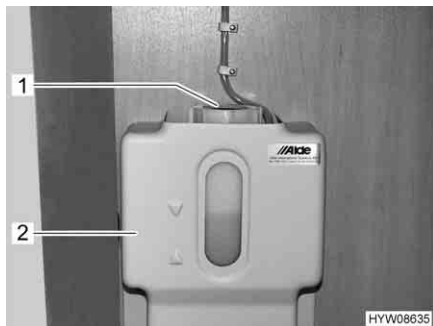
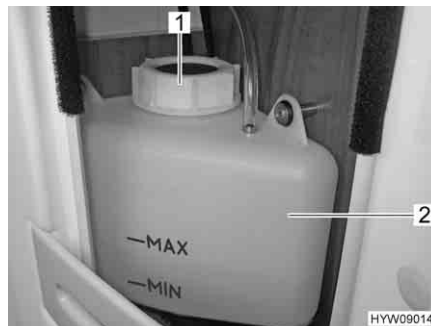

Fig. 175 Vaso d'espansione del riscaldamento ad acqua calda (armadio guardaroba)
Fig. 176 Vaso d'espansione del riscaldamento ad acqua calda (vano doccia)
- Controllare se il livello del liquido nel vaso d'espansione (Fig. 175,2 o Fig. 176,2) è tra le righe del "MIN" e del "MAX".
- Aprire il coperchio (Fig. 175,1 o Fig. 176,1) del vaso di espansione.